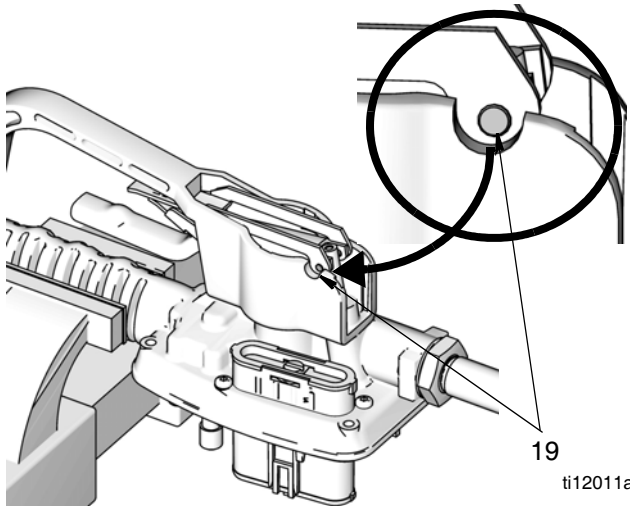
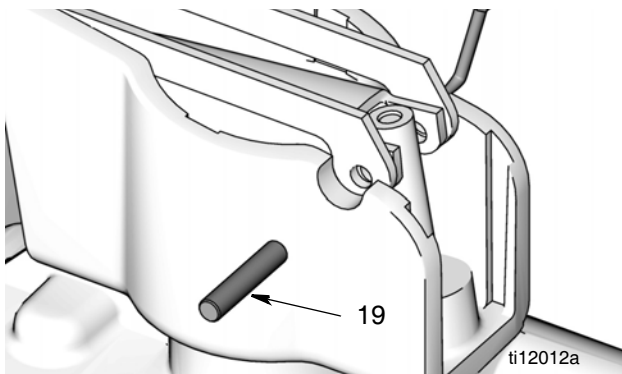

ABB. 38
ABB. 39
10. Spannen Sie das Dosierventil in einen Schraubstock ein, siehe ABB. 38. Schieben Sie mit einer neuen Auslösestange Ihres Bausatzes (2) bzw. mit einer Stange aus Nichtmetall oder mit einem Dübel die Auslösestange weit genug durch das Gerätegehäuse (ABB. 38 und ABB. 39), um Zugriff auf Stift (19) zu erhalten, der Auslösestange und Ventilabzug zusammenhält.
11. Treiben Sie mit einem Durchtreiber den Stift (19) heraus (ABB. 39).